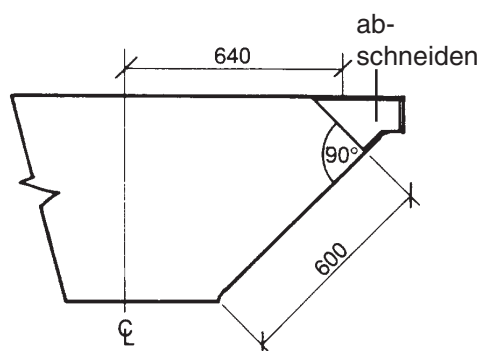

Abb. 8
6. Nach Entfernung der Schablone 600 mm von der Vorderkante der Arbeitsplatte zur Rückseite messen (Abb. 8) und diesen Teil mit einer geeigneten Säge abschneiden.